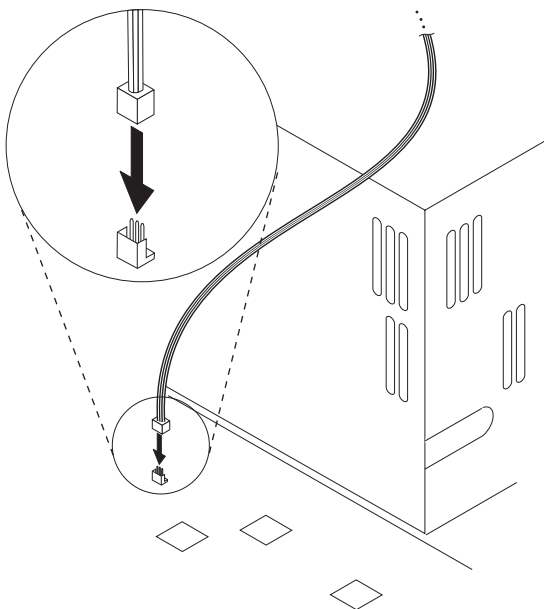

Figure 2-7. Connecteur pour câble de signal de réveil sur réseau local du PC (à 3 broches)
- 3** Déposez le carter du PC et localisez, sur la carte principale, le connecteur à trois broches permettant de brancher le câble de réveil sur réseau local (voir la figure 2-7, à la page 2-10). Branchez sur ce connecteur l'autre extrémité du câble de réveil sur réseau local combiné à deux voies. Assurez-vous que le câble passe sous la glissière, de sorte qu'il ne soit pas déconnecté ou endommagé lors de l'ouverture et de la fermeture du carter du PC.